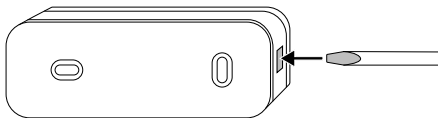

Fig. 1
- Il est également possible de monter l'émetteur avec le ruban adhésif double face ⑫ sur une surface adaptée (hauteur maximale de 2 m).
- ◆ Retirez le support mural **10** au dos de l'émetteur en enfonçant un tournevis plat dans l'ouverture latérale et en soulevant le support avec précaution de l'émetteur (voir fig. 1).